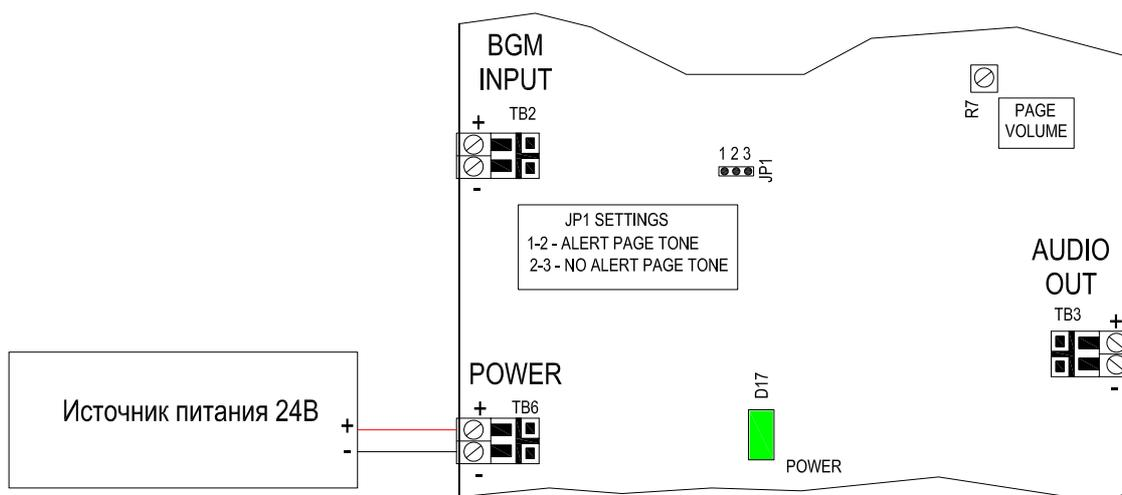

Рис. 11. Подключение к контроллеру SP4-TZC источника питания 24В
1) Подключите к входу POWER контроллера SP4-TZC выход блока питания 24В. Проверьте полярность подключения (см. Рис.11).